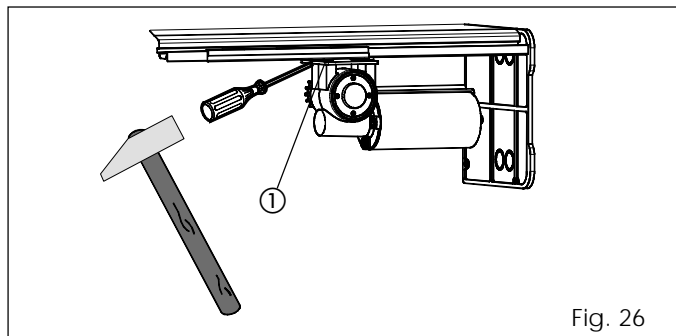

Fig. 26
- Desserrer légèrement les quatre vis de fixation (fig. 26 réf. ①) du deuxième moteur.
- Pousser le groupe du moteur vers l'extérieur à l'aide d'un marteau d'après la fig. 26.